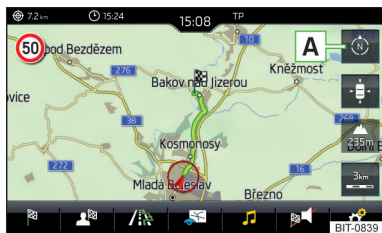

Abb. 223
► Zur **Änderung der Kartenausrichtung** im Hauptmenü *Navigation* die Funktionsfläche   » Abb. 223 antippen.